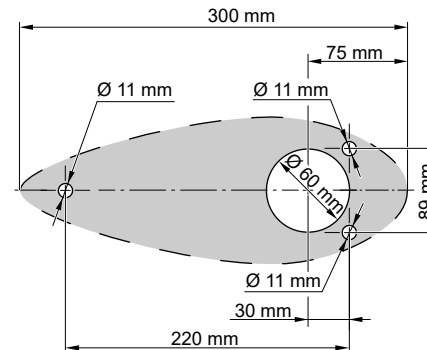

Abb. 7: Abmessungen
- Bohren Sie vier Löcher zur Montage des Pods in den Schiffsrumpf, **siehe "Abb. 7: Abmessungen"**. Falls erforderlich, verwenden Sie den angepassten Ausgleichsblock als Bohr-Schablone.
- Stecken Sie den Ausgleichsblock (4) auf den Einbaufansch (5).